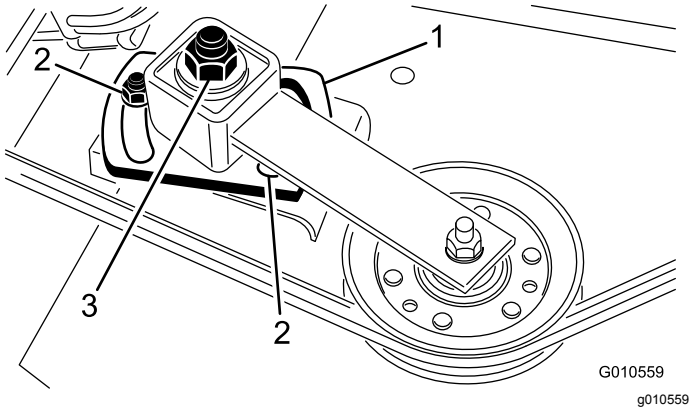

Figura 29
5. Utilice una llave dinamométrica con llave de vaso para apretar la tuerca de ajuste de la polea tensora a 47–54 N·m (Figura 29).